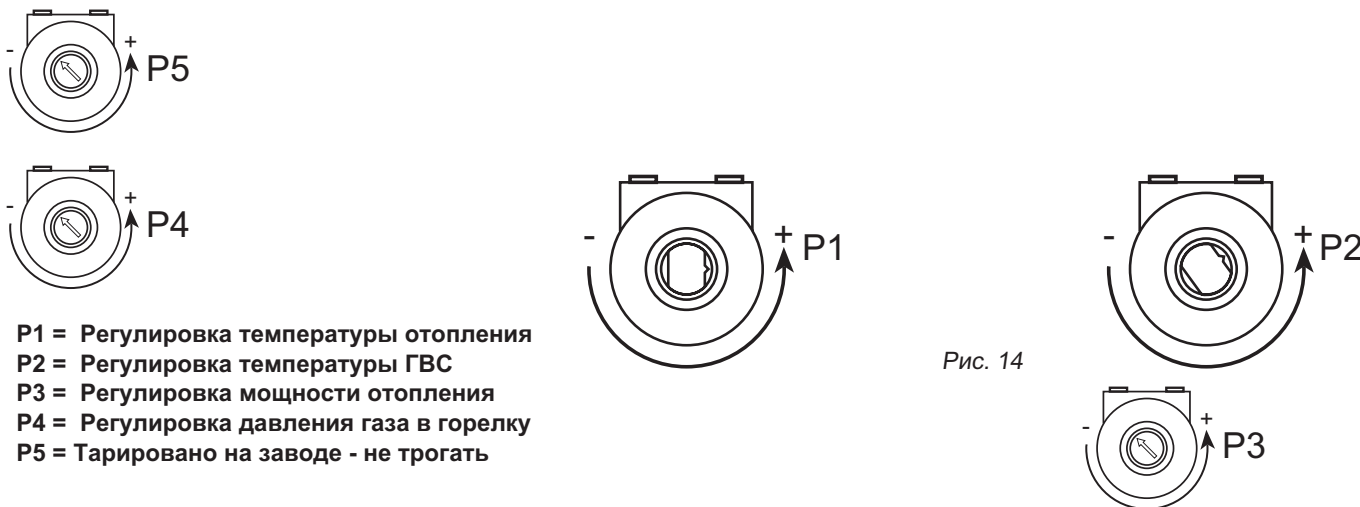

Рис. 14
Nota - Рассмотренная выше регулировка служит для определения механического колебания между минимумом и максимумом поршня модулятора "Modureg". Возможно выполнение других электрических регулировок (давление и температура), описанных ниже, с помощью регулировочных потенциометров P3 и P4 расположенных внутри командной коробки (рис. 14).
6.03 Регулировочные приборы на электронной схеме (рис. 14)
6.04 Регулировка максимальной мощности для системы отопления (рис. 14)